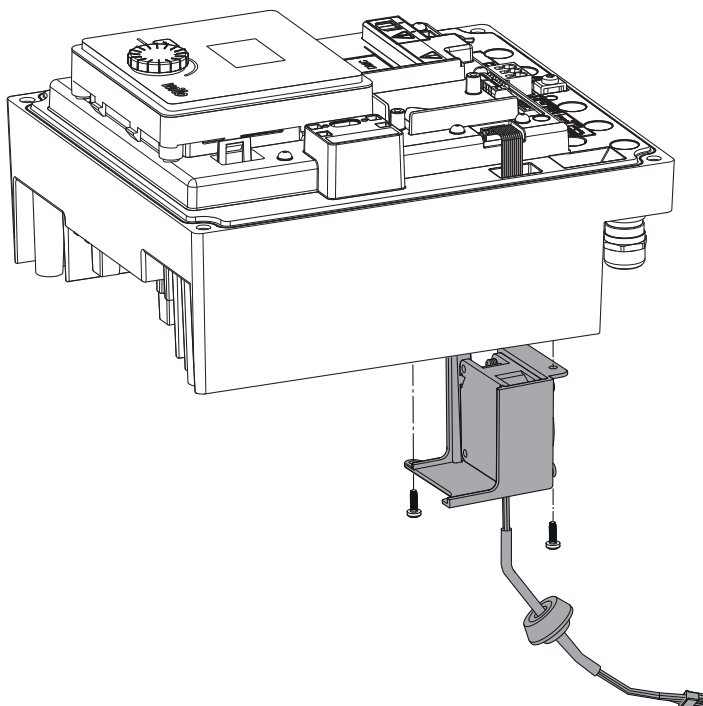

Fig. 48: Scoateți ventilatorul modulului, inclusiv cablul și garnitura din cauciuc
- Scoateți ventilatorul modului și detașați cablul cu garnitura din cauciuc din partea de jos a modului (Fig. 48).